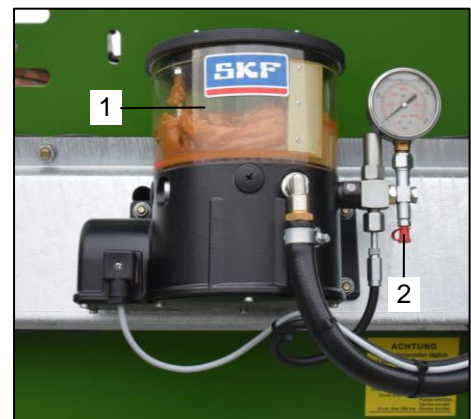

Bild 141: Schmierpumpe
Zum Befüllen des Behälters (Bild 141 / Pos.1) mit Schmierstoff muss wie folgt vorgegangen werden:
- Entfernen Sie die Kappe vom Schmiernippel (Bild 141 / Pos.2).
- Setzen Sie eine handelsübliche Fettpresse mit dem jeweiligen Schmierstoff an dem Schmiernippel (Bild 141 / Pos.2) an und befüllen Sie den Behälter (Bild 141 / Pos.1).
- Decken Sie anschließend den Schmiernippel (Bild 141 / Pos.2) mittels Kappe wieder ab.